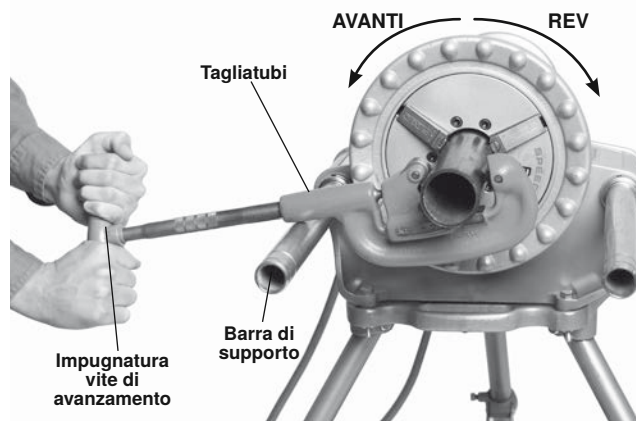

Figura 15 – Taglio di tubo con tagliatubi manuale/rotazione della macchina (mantenere il tagliatubi a contatto con la barra di supporto).
- Spostare l'Interruttore REV/OFF/FOR in posizione FOR. Premere e rilasciare l'interruttore a pedale. Il mandrino deve ruotare in senso antiorario se visto dal lato delle barre di supporto della macchina (*vedere Figura 15*). Ripetere per l'operazione REV – il mandrino dovrebbe ruotare in senso orario. Se la macchina non ruota nel senso corretto o se l'interruttore a pedale non controlla il funzionamento della macchina, non usare la macchina finché non sia stata riparata.
Rimuovere il carrello 311 prima di utilizzare l'Unità di potenza 300 con utensili manuali per tagliare, alesare o filettare tubi. Assicurarsi che la barra di supporto lato interruttore sia completamente estesa oltre la parte anteriore dell'Unità di potenza (Figura 15).
1. Aprire il tagliatubi ruotando la vite di avanzamento in senso antiorario. Collocare il lato aperto del tagliatubi in su (come mostrato in Figura 15) e allineare la ruota del tagliatubi al marchio sul tubo. Il taglio di sezioni filettate o danneggiate del tubo può danneggiare la ruota del tagliatubi.